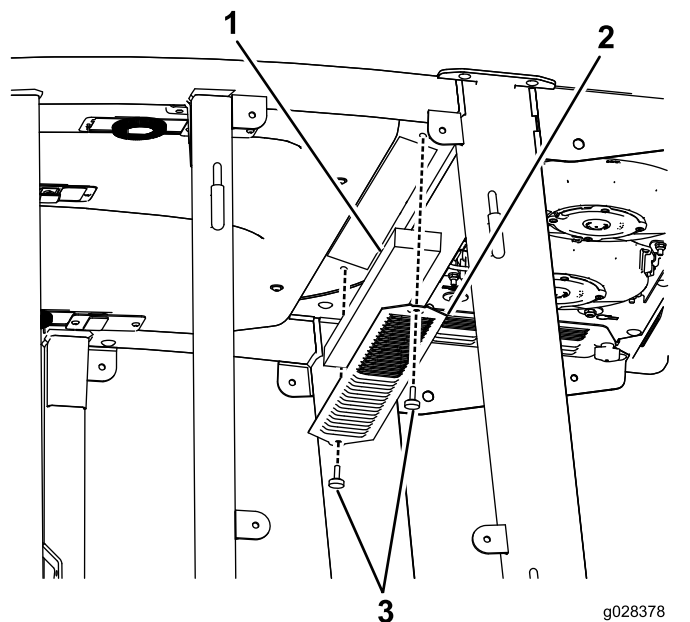
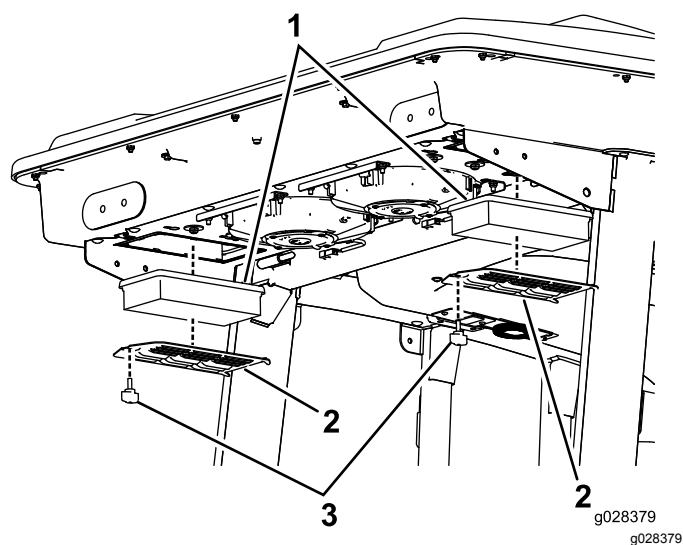

Рисунок 130
Рисунок 131
1. Выверните винты и снимите решетки у салонного и заднего воздушных фильтров кабины (Рисунок 130 и Рисунок 131).
4. Снимите воздушные фильтры (см. Рисунок 131).
6. Установите воздушные фильтры, сетку и вентилятор в сборе (Рисунок 131, Рисунок 132 и Рисунок 133).